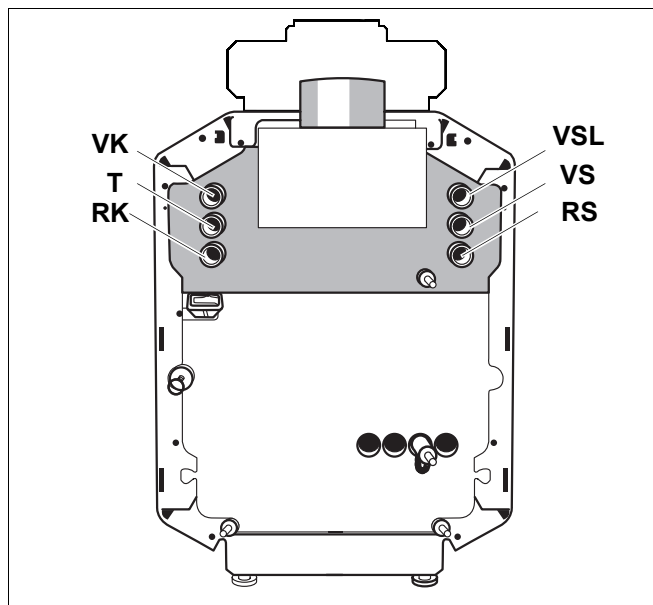
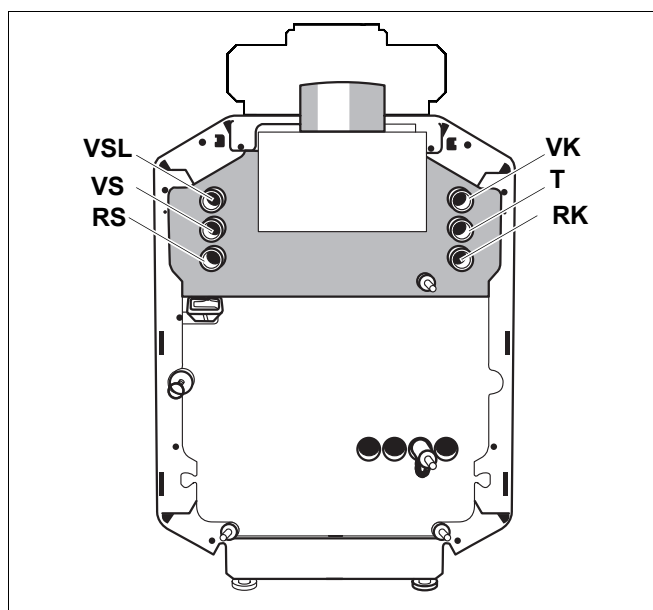

Рис. 3 Расположение подключений в заводской поставке, вид сзади
Рис. 4 Расположение подключений с перестановкой гильзы и подающей трубы бака-водонагревателя, вид сзади
Котел поставляется в таком виде, как он изображен на рис. 3.
Подключения можно выполнить, согласно рис. 4.
- Все подключения нужно выполнить в соответствии с рис. 4.
Экспликация к рис. 3 и рис. 4
**ОСТОРОЖНО!** Подключения к котлу соответствуют рис. 3, стр. 7 (заводская поставка).
- Вкрутить штуцер (2) с установленным кольцом (1) в отверстие подающей линии котла.
- В накидную гайку трубы А (4) установить уплотнение (3). Слегка прикрутить трубу А (4) к штуцеру.
- Установить уплотнение (3) в трубу А (4) и слегка прикрутить ее к трубе D (7).
- Выровнять трубу D (7) в вертикальном положении и крепко затянуть соединение.
- Вкрутить штуцер (2) с установленным кольцом (1) в отверстие обратной линии котла.
- В накидную гайку на длинной стороне трубы В (5) установить уплотнение (3). Слегка прикрутить трубу В (5) к штуцеру.
- Установить уплотнение (3) в трубу В (5) и слегка прикрутить трубу С (6).
- Длинную сторону трубы С (6) выровнять в вертикальном направлении и крепко затянуть соединение.
Подключения к котлу следует выполнить в соответствии с рис. 4, стр. 7.